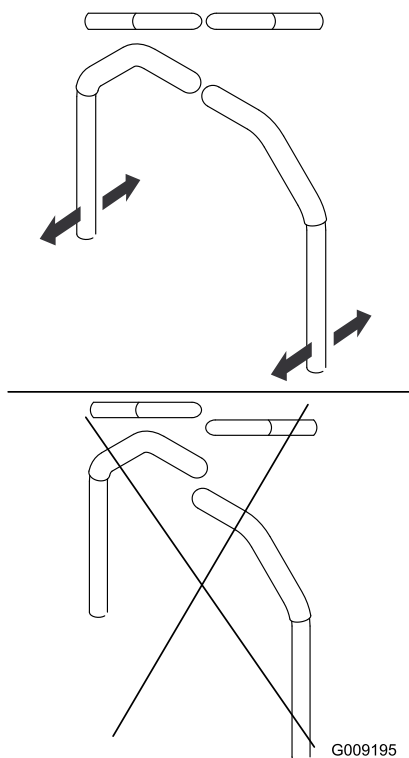

Figura 52
9. Alinee las palancas en sentido adelante/atrás acercándolas a la posición de PUNTO MUERTO, y muévalas hasta que estén alineadas; luego apriete los pernos (Figura 52).